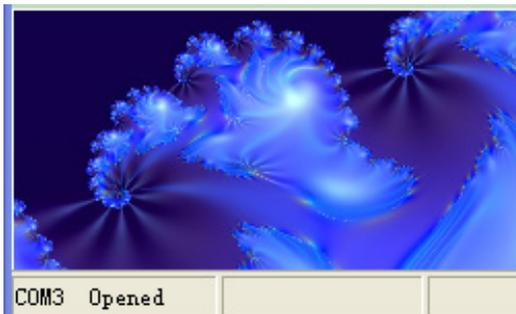

Рис. 20
- Откройте программу управления, нажмите на зону изображения логотипа в левом нижнем углу, отобразится ссылка на веб-сайт, указанный пользователем. См. рис. 20.